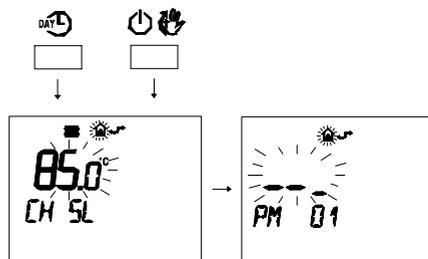

Figura 5.62
- Premere contemporaneamente i pulsanti DAY e ON per entrare nella programmazione trasparente (Figura 5.62).